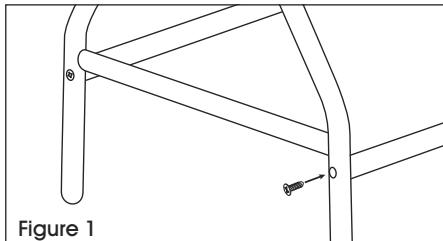

Figure 1
1. Fixez deux barres de raccordement (E) aux assemblages de pattes (A et B) à l'aide des vis (G). (Voir Figure 1)